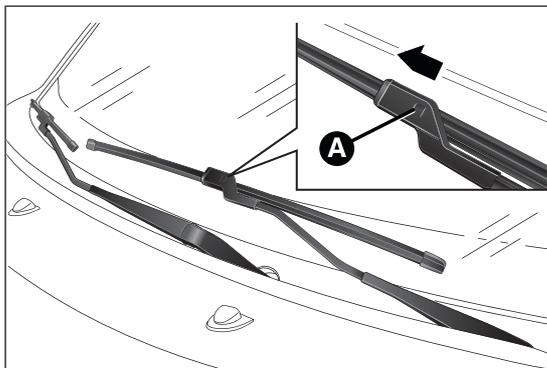

fig. 221
- levantar el brazo del limpiaparabrisas, pulsar la lengüeta A fig. 221 del muelle de enganche y extraer la escobilla del brazo;